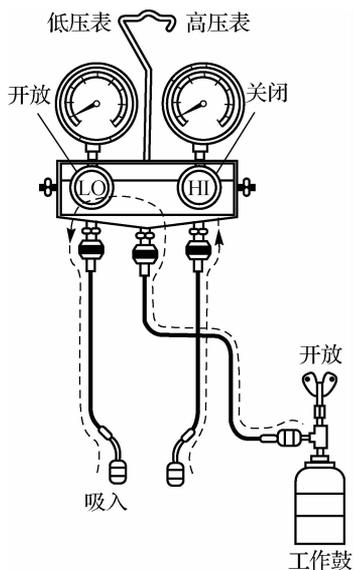

图 3-16 气态制冷剂的加注
(5) 旋开低压阀,使制冷剂以气态形式通过低压侧注入。此时要防止液态注入,以免造成液击现象,损坏压缩机。
(6) 如制冷剂不足,则关闭高压阀,开启低压阀,将制冷剂罐直立,如图 3-16 所示。起动发动机,压缩机快速运转,让气态制冷剂从低压侧吸入压缩机。